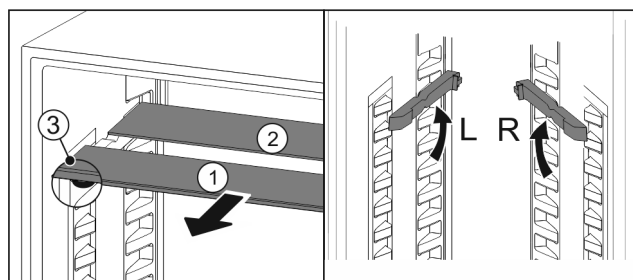

Fig. 84
- ▶ По одной извлеките Fig. 84 (1) стеклянные панели движением вперед.
- ▷ Стеклянная панель Fig. 84 (1) с декоративной планкой лежит спереди.
- ▷ Стопоры Fig. 84 (3) показывают вниз.